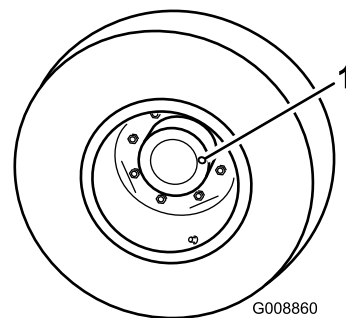
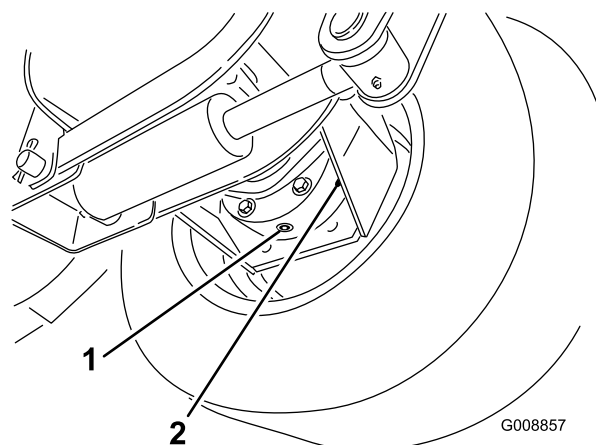

Figura 72
Figura 73
1. Con la máquina en una superficie nivelada, coloque la rueda de manera que el tapón de verificación/vaciado (Figura 72) esté en posición de las 3 o de las 9.
2. Retire el tapón del planetario (Figura 72) y el tapón del alojamiento del freno (Figura 73). EL aceite debe estar a menos de 3 mm del tapón de verificación del alojamiento del freno y del planetario.
3. Coloque un recipiente debajo del alojamiento del freno en el otro lado de la rueda (Figura 73).